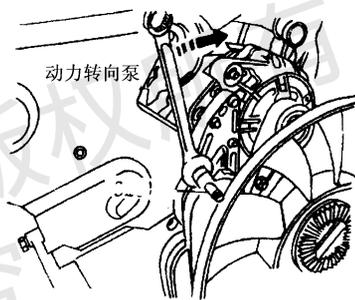

图 1.9 松开动力转向泵等
- ⑪ 松开动力转向泵和硅油风扇多楔带，如图 1.9 所示。